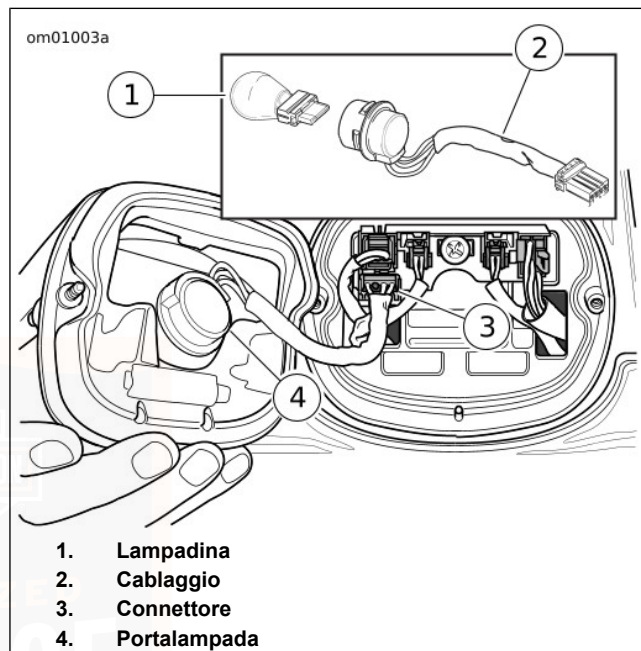

Figura 86. Luce posteriore
2. Vedere Figura 86. Premere le linguette sul connettore (3) e rimuovere quest'ultimo dalla base.
3. Ruotare il portalamпада (4) di un quarto di giro in senso antiorario. Rimuovere il portalamпада, il cablaggio (2) e la lampadina (1).
1. Vedere Figura 86. Applicare il LUBRIFICANTE PER CONTATTI ELETTRICI ai contatti della **nuova** lampadina (1). Premere la nuova lampadina nel portalampada (4) del cablaggio (2).
2. Inserire il portalampada (4) nella lente della luce posteriore. Ruotare il portalampada di un quarto di giro in senso orario per bloccarlo in posizione.
3. Agganciare il connettore della luce posteriore (3) nella rispettiva base.